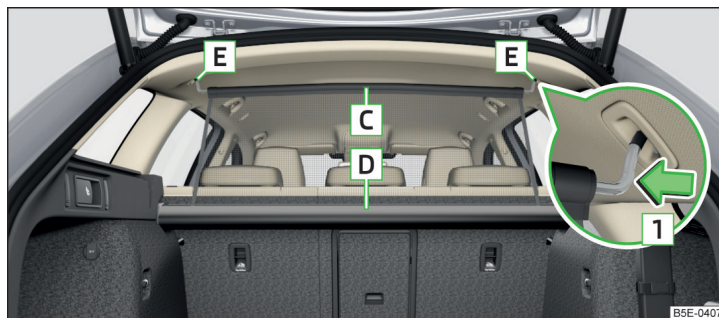

Fig. 131 Red de separación detrás de los asientos traseros en estado extraído
- Tire de la red de separación por la barra transversal superior **[C]** y sáquela de la carcasa **[D]** » fig. 131.
- Presione sobre la barra transversal y extráigala de los alojamientos **[E]** primero de lado y después del otro » fig. 131.